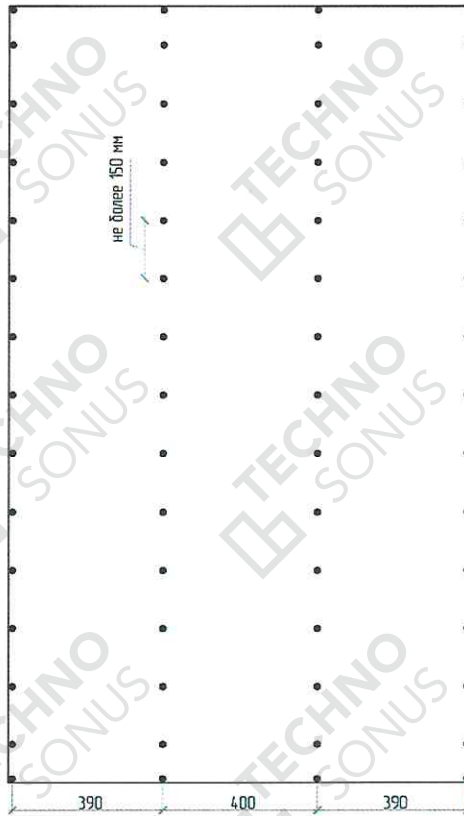

Рисунок 20 – Схема расположения саморезов на финишном слое АкустикГипс ГКЛЗ
6.14. Установить и закрепить финишный слой листов АкустикГипс ГКЛЗ. Шаг саморезов не более 15 см по основному профилю (см. рисунок 20). Первый лист не должен начинаться с утоненной кромки от угла и не должен заканчиваться ей же. Стыковка листов АкустикГипс ГКЛЗ возможна только по утоненной кромке или по подрезанному краю. Не допускается стыковка утоненной кромки и отрезного края. Швы между листами не заполняются виброакустическим герметиком Сонетик. Для фиксации финишного (второго) слоя АкустикГипс ГКЛЗ применяются саморезы ТС-XTN F 3,9x41. Шляпка самореза не должна быть утоплена в слой гипса более чем на 1 мм. Саморезы должны отстоять от края утоненной кромки листов на расстоянии не менее 10 мм и продольной (отрезной) кромки – не менее 15 мм.